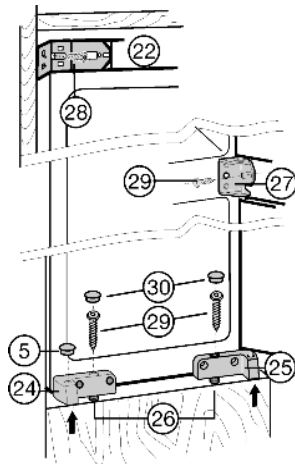

Fig. 15
- Fixer l'appareil sur le dessus : Pousser l'appareil sur la paroi du meuble et visser à l'aide de vis pour plaque de fixation Fig. 15 (28) au travers de l'équerre de fixation Fig. 15 (22).
- Fixer l'appareil dans son centre : par la vis de fixation Fig. 15 (27) à l'aide de vis pour plaque de fixation Fig. 15 (29).
- Fixer l'appareil dans le bas : avec les vis pour plaque de fixation Fig. 15 (29) à l'aide de vis de réglage Fig. 15 (26) dans le support Fig. 15 (24) et le support Fig. 15 (25).